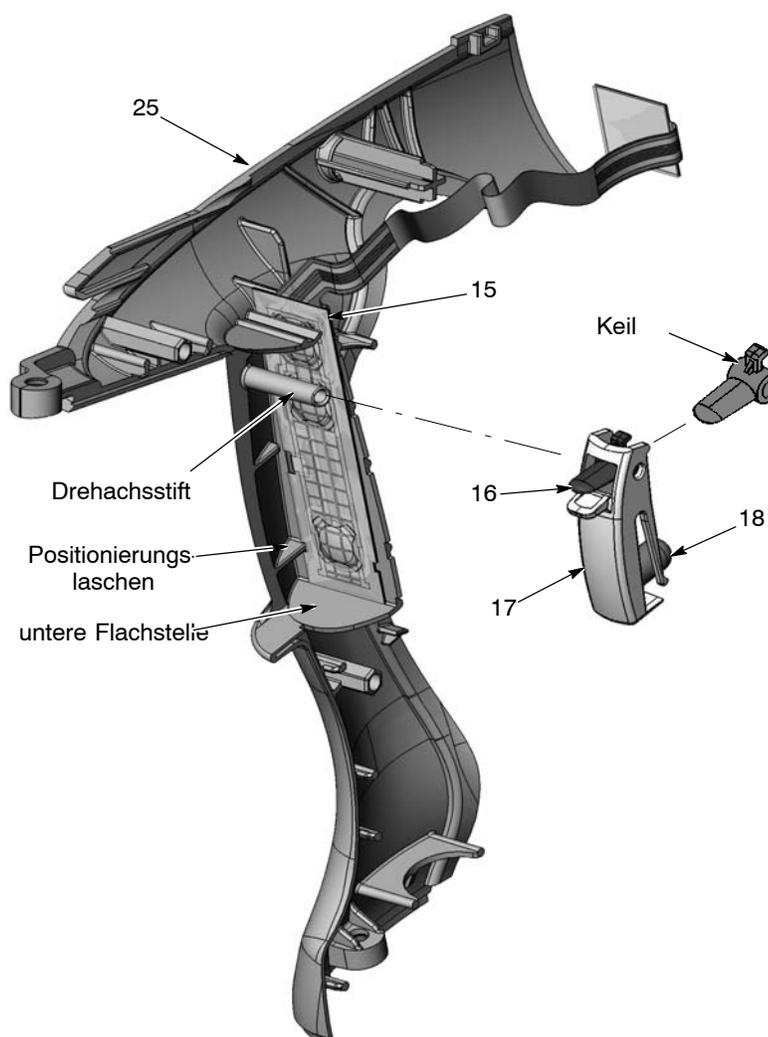

Abb. 5-10 Auslöserschalter und Auslöser montieren
4. Das Eingangsrohr mit den installierten O-Ringen (23) in der Griffbasis (22) installieren.
5. Siehe Abbildung 5-10. Wenn abgenommen, den Auslöserschalter (15) an der Flachstelle der rechten Griffhälfte (25) installieren. Dabei die Positionierungslaschen und untere Flachstelle zum Ausrichten des Schalters verwenden. Fest auf den Schalter drücken, um ihn in seiner Position zu befestigen.
6. Den Aktor (18) am Vorsprung des Hauptauslösers (17) anbringen. Ausrichtung des Keils des Auslöserschalters (16) beachten, dann in den Hauptauslöser einschieben. Die Drehlöcher in den Auslösern ausrichten, dann die Auslöser auf den Drehachsstift auf der rechten Griffhälfte schieben.